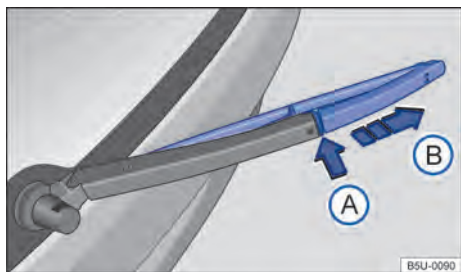

Fig. 177 Substituir a palheta do limpador do vidro traseiro.
- Manter a tecla de destravamento → Fig. 177 (A) pressionada e, ao mesmo tempo, retirar a palheta dos limpadores do para-brisa no sentido da seta.
- Retirar a palheta do limpador do vidro traseiro no sentido da seta (B).